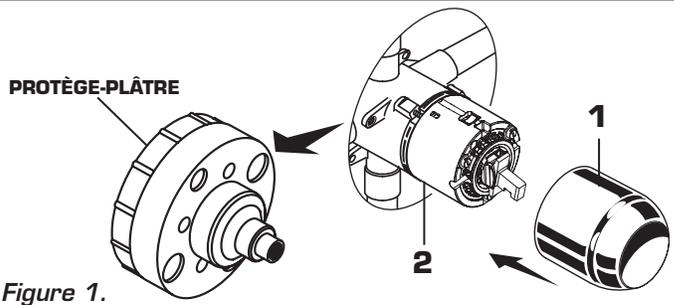

Figure 1.
- **Figure 1.** Retirer le protège-plâtre du robinet. Mettre le COUVERCLE (1) par-dessus la CARTOUCHE DU ROBINET (2) jusqu'à ce qu'il soit bien appuyé contre la butée.